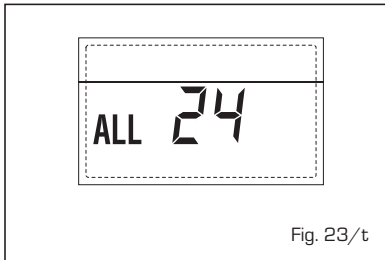

Fig. 23/t
- **ANOMALIA AVARIA SONDA FERVIDOR SOLAR S2 "ALL 25"** (fig. 23/u)